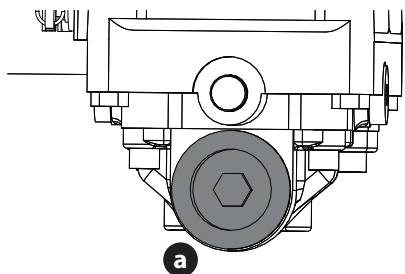

Figura 44
- Coloque un recipiente adecuado debajo del tapón de drenaje (a) que está sobre la transmisión. Quite el tapón de drenaje (a) y deje que el aceite de la transmisión se drene (Figura 44).